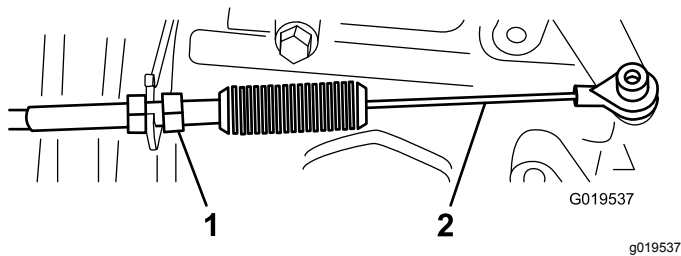
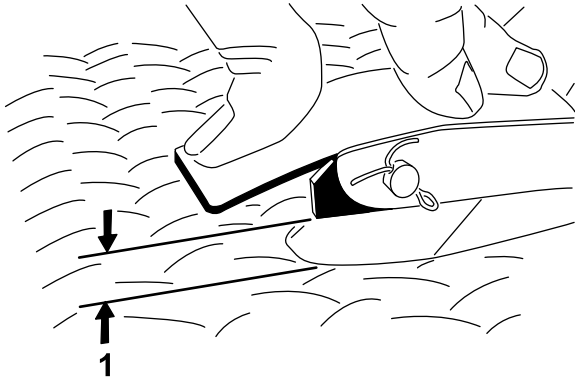

図 62
図 63
2. アクセルペダルの中央部を 11.3 kg の力で踏んだときに、ペダルと床のすきまが 2.54-6.35 mm となるようにアクセルケーブル 図 62 のボールジョイントを調整する 図 63。
3. ロックナットを締めつける 図 62。